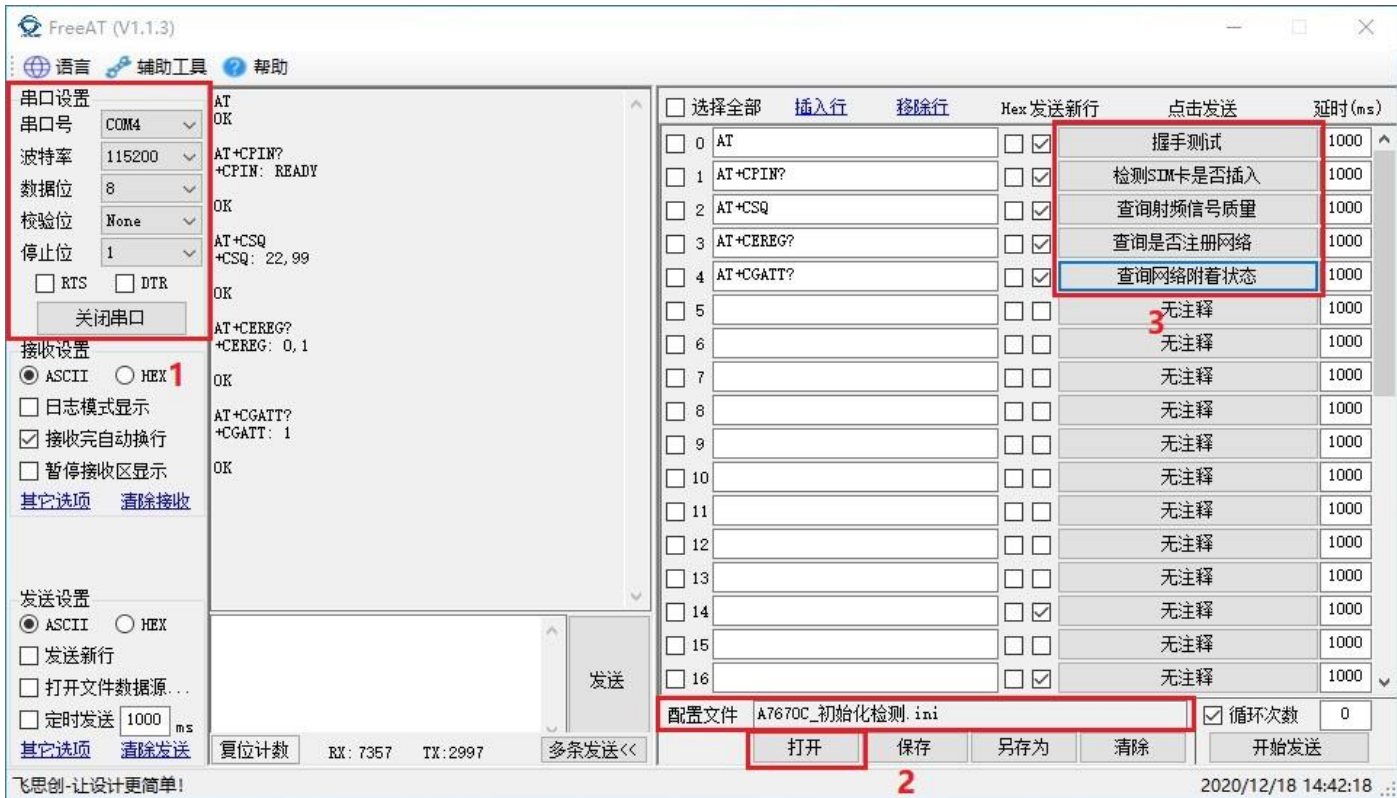

图 1.2.2.1 A7670C 初始化检测
2. 打开 FreeAT 串口工具，导入配置文件“A7670C_初始化检测.ini”，然后打开串口，点击右侧按钮即可发送对应的 AT 命令，注意模块的返回值，只有返回正确参数才可以继续点击下一条命令，否则后面指令可能执行不成功，测试结果如图 1.2.2.1 所示：